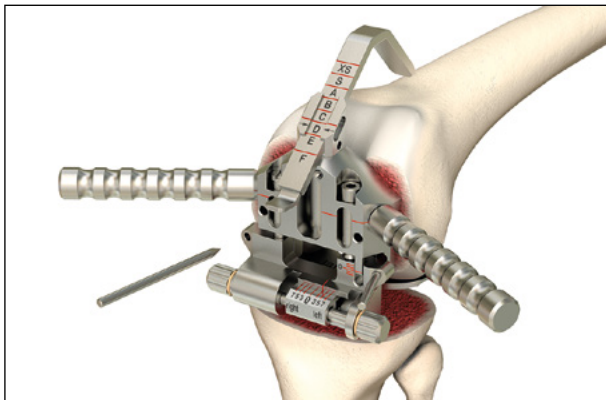

Fig. 19 Insertion du calibreur/guide de rotation du fémur
- Après avoir réglé l'alignement en rotation, le calibreur/guide de rotation du fémur doit être fixé dans la partie inférieure avec au moins une broche (fig. 19)